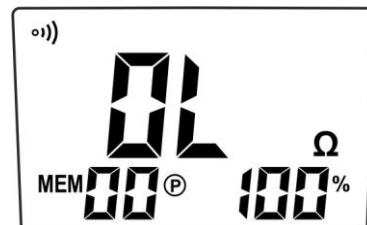

Fig. 5
4. Al termine della sequenza di accensione, in condizioni di normale funzionamento viene mostrata a display la videata di Fig. 5 associata ad un suono continuo.